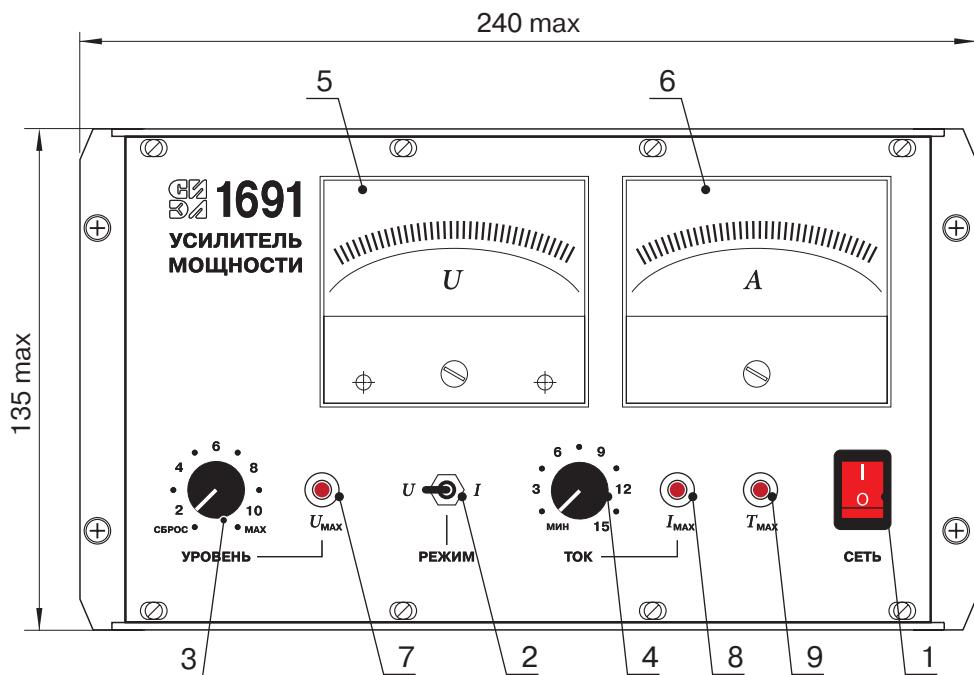

Рис. 3.1.
- 3.2. Органы управления УМ, расположенные на лицевой панели (см. рис. 3.1).